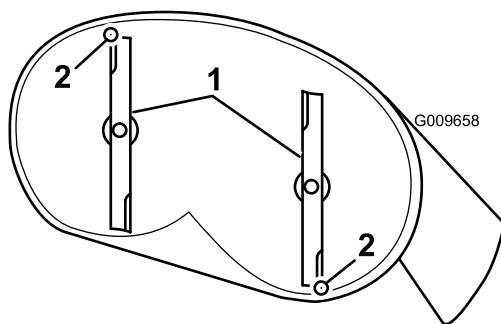
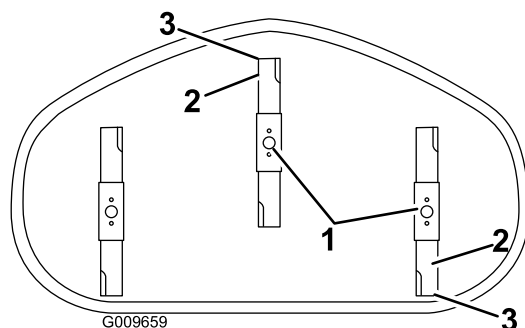

Figure 64
Figure 65
4. Faites pivoter les lames avec précaution pour faire passer les pointes avant à l'arrière (Figure 64 et Figure 65).
5. Mesurez la distance entre la pointe de la lame avant et la pointe de la lame arrière par rapport à la surface plane (Figure 64 et Figure 65). Si la pointe avant de la lame n'est pas de 1,6 à 7,9 mm plus basse que la pointe arrière, réglez le contre-écrou avant.
8. Une fois le réglage effectué, vérifiez à nouveau l'inclinaison avant/arrière des lames. Poursuivez le réglage de l'écrou jusqu'à ce que la pointe avant de lame soit de 1,6 à 7,9 mm plus basse que la pointe arrière (Figure 64 et Figure 65).